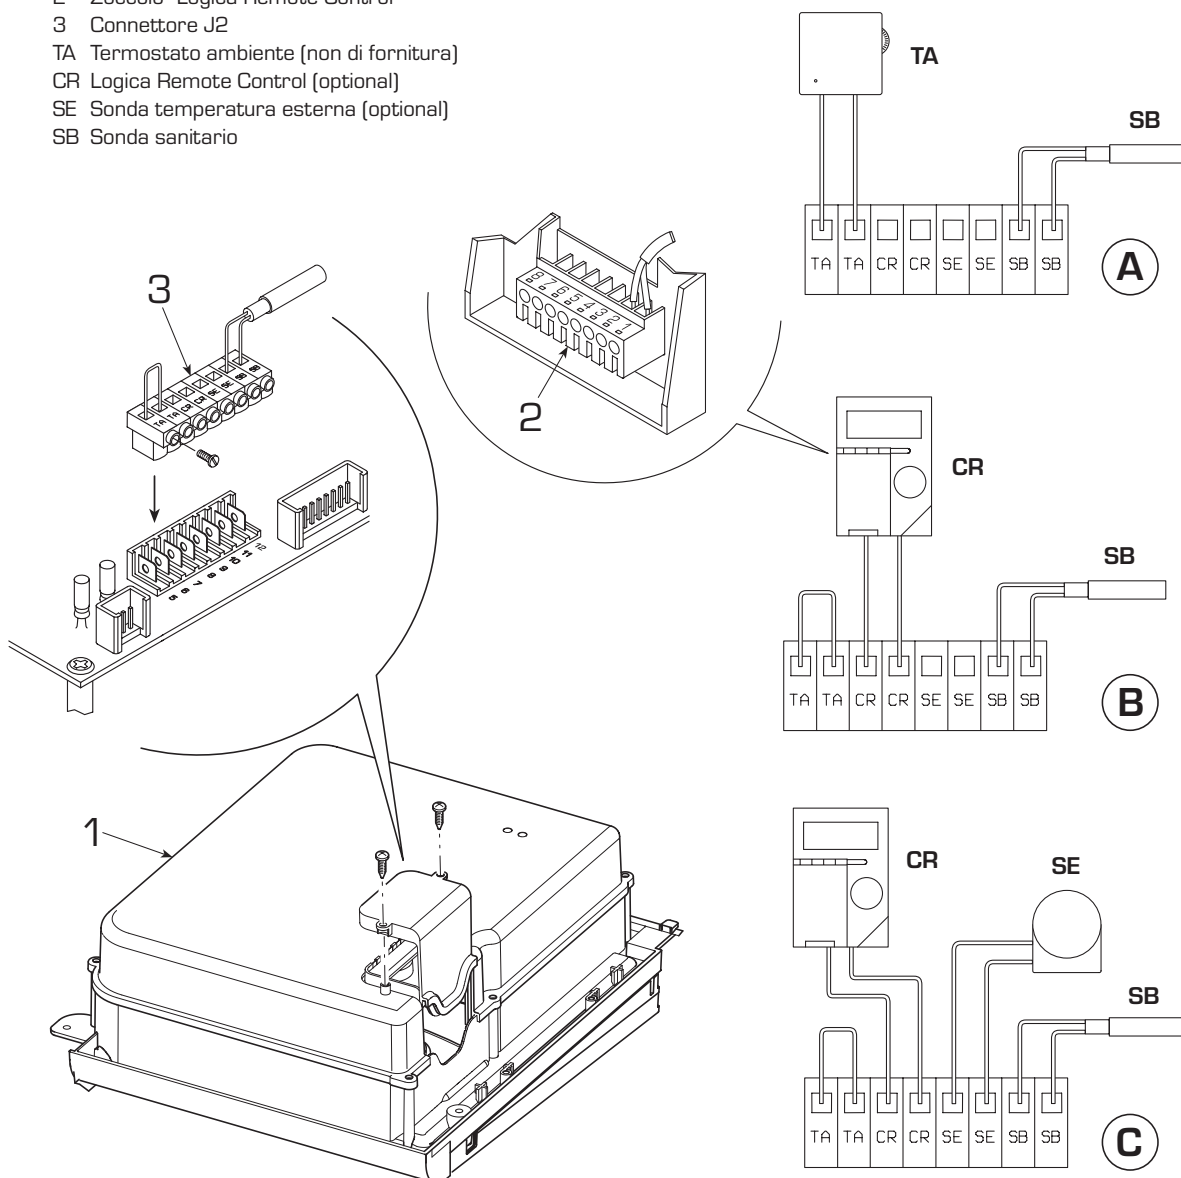

Fig. 15
(fig. 15 pos. A)
2.9.2 Collegamento "Logica Remote Control" (fig. 15 pos. B)
2.9.3 Collegamento sonda temperatura esterna (fig. 15 pos. C)
I bollitori "**BT130 - BT150**" vengono forniti con sonda sanitario (SB) da collegare al connettore J2 (3 fig. 15). Quando il bollitore è accoppiato alla caldaia "**MISTRAL 32 AD**", introdurre la sonda nella guaina posta sulla flangia di ispezione, controllo e pulizia del bollitore.